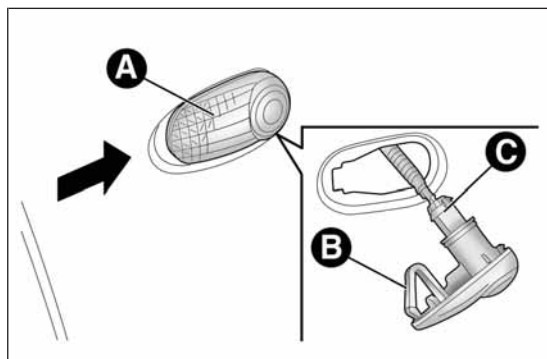

fig. 138
- ☐ intervenir en el transparente A fig. 138 de forma que se comprima la ballestilla B y, a continuación, extraer el grupo hacia el exterior;